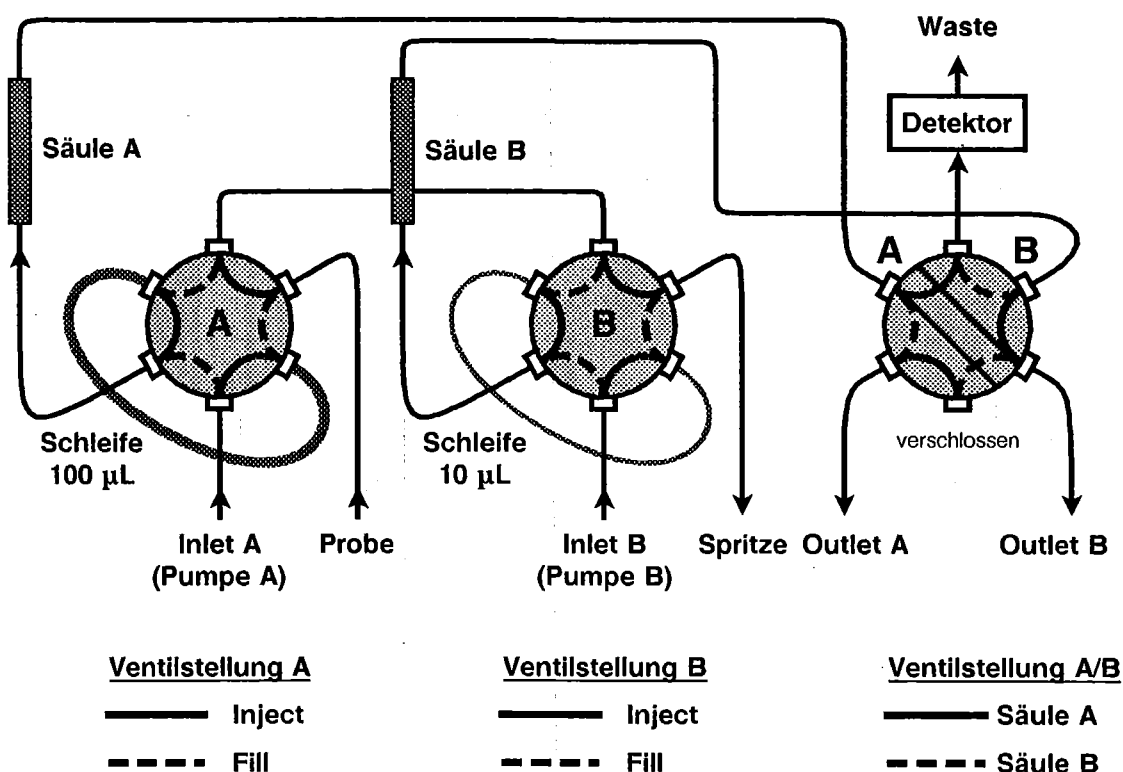

Abb. 20: Funktionsweise der Injektoren beim Ionenchromatograph 690.0030
Zur Injektion von Proben sind im Ionenchromatograph 690.0030 zwei VALCO-Schleifeninjektionsventile **A** und **B** eingebaut, die durch externe Ansteuerung oder via Wipptaste (34) bzw. (41) **elektrisch** betätigt werden. Injektor **A** besitzt eine **100 µL-Schleife** (Loop), Injektor **B** eine **10 µL-Schleife**. Will man andere Probenvolumina injizieren, so müssen diese gegen Schleifen mit dem gewünschten Volumen ausgetauscht werden (z.B. 10 µL-Schleife 6.2620.080 oder 100 µL-Schleife 6.2620.090). *Abb. 20* zeigt schematisch die Funktionsweise des Injektors in den Stellungen "Fill" und "Inject".
- 1▶ Drehknopf (14) auf der Vorderseite des Ionenchromatographen 690.0010 in die Stellung "Fill" drehen.